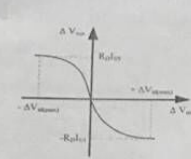

图3 特性曲线
- (2) 特性曲线如图 3 所示:
(3) 除此以外, 请给分